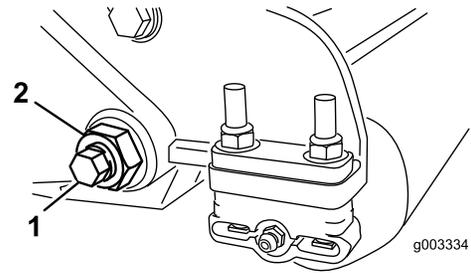
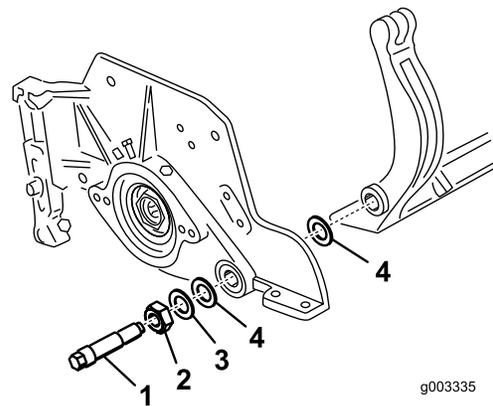

Figura 31
Figura 32
3. Su ciascun lato della macchina, allentate il dado di bloccaggio che fissa il bullone della barra di appoggio (Figura 31).
4. Togliete ciascun bullone della barra di appoggio consentendo alla barra di appoggio di essere tirata verso il basso e rimossa dal bullone della macchina (Figura 31). Considerate 2 rondelle in nylon e 1 rondella in acciaio stampato su ciascun lato della barra di appoggio (Figura 32).
4. Posizionate una rondella in acciaio all'esterno di ciascuna rondella in nylon (Figura 32).